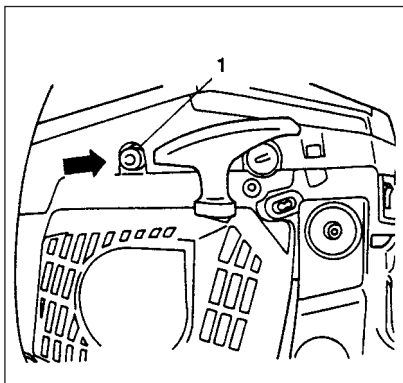

Fig. 2-2B
- \* Apriete la válvula de descompresión (1) (si la tiene equipada, esta válvula retomará cuando el motor se arranque). (Fig. 2-2B)